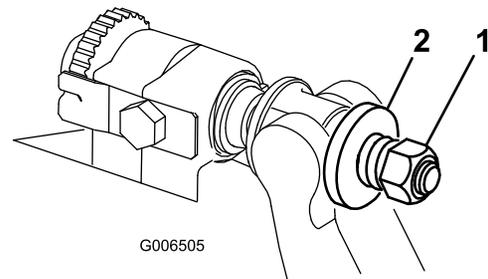

图32
4. 旋紧弹簧加压螺母直到弹簧完全压紧然后往回松开 1/2 圈 图32。
10. 旋紧每个底刀架调节器总成上的螺母直到加压弹簧完全压缩然后往回松开 1/2 圈图32。